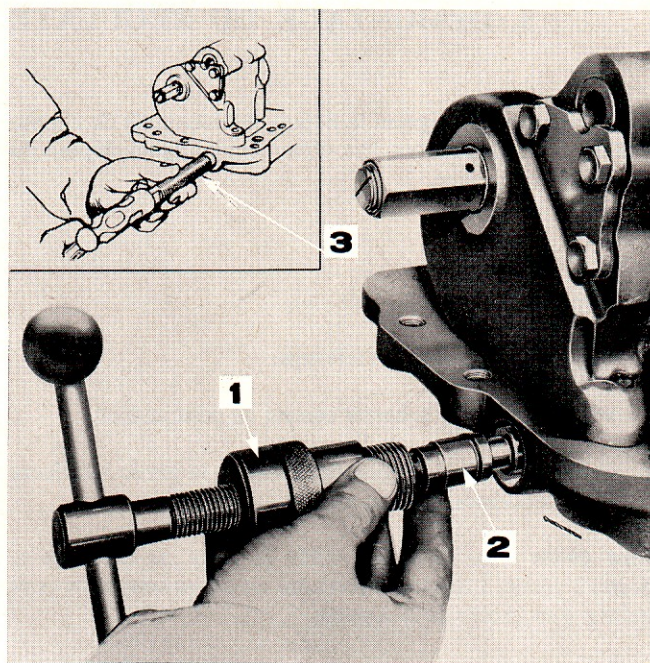

Figure 41: Pose du siège de clapet de retenue
20. Examiner le siège du clapet de retenue et le remplacer s'il est usé ou endommagé. Poser un joint torique neuf dans l'évidement. Placer le siège sur le guide de l'outil No T.8511. Introduire le siège dans le logement du clapet et visser le corps de l'outil dans le taraudage du logement (Figure 41). Agir sur la vis centrale de l'outil pour emmancher le siège du clapet. Enlever l'outil.